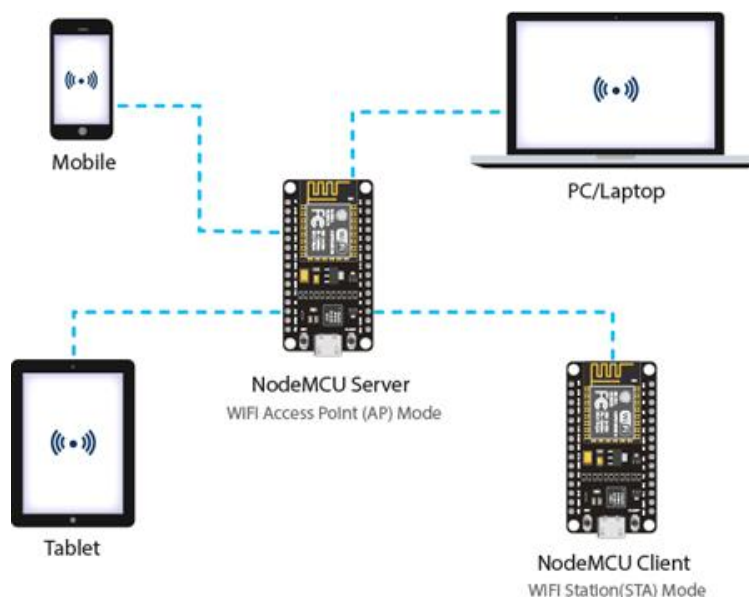

Рисунок 4.3 – Робота модуля ESP8266 в режимі точки доступу
Режим точки доступу. Модуль ESP8266, який створює свою власну WiFi мережу і діє як маршрутизатор WiFi для однієї або декількох станцій, називається *Точкою доступу* (AP). На відміну від WiFi-маршрутизатора, він не має підключення до дротової мережі. Максимальна кількість станцій, які можуть підключитись до нього, обмежена п'ятьма (рис. 4.3).